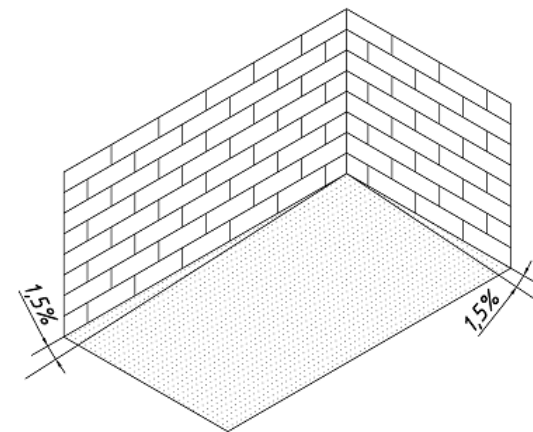

Рис. 1. Минимальный уклон поверхности для отвода воды
- ✓ Перед монтажом подконструкции обеспечьте под ней качественный дренаж для отвода воды. См.рис.1. Предусмотрите зоны доступа к дренажным системам, сливным отверстиям для их очистки или ремонта в процессе эксплуатации. Сливные/дренажные отверстия держите открытыми и чистыми от засоров. Нарушение данного требования может повлечь деформацию покрытия, сделать его эксплуатацию небезопасной, может способствовать развитию плесени и грибка на поверхности настила.